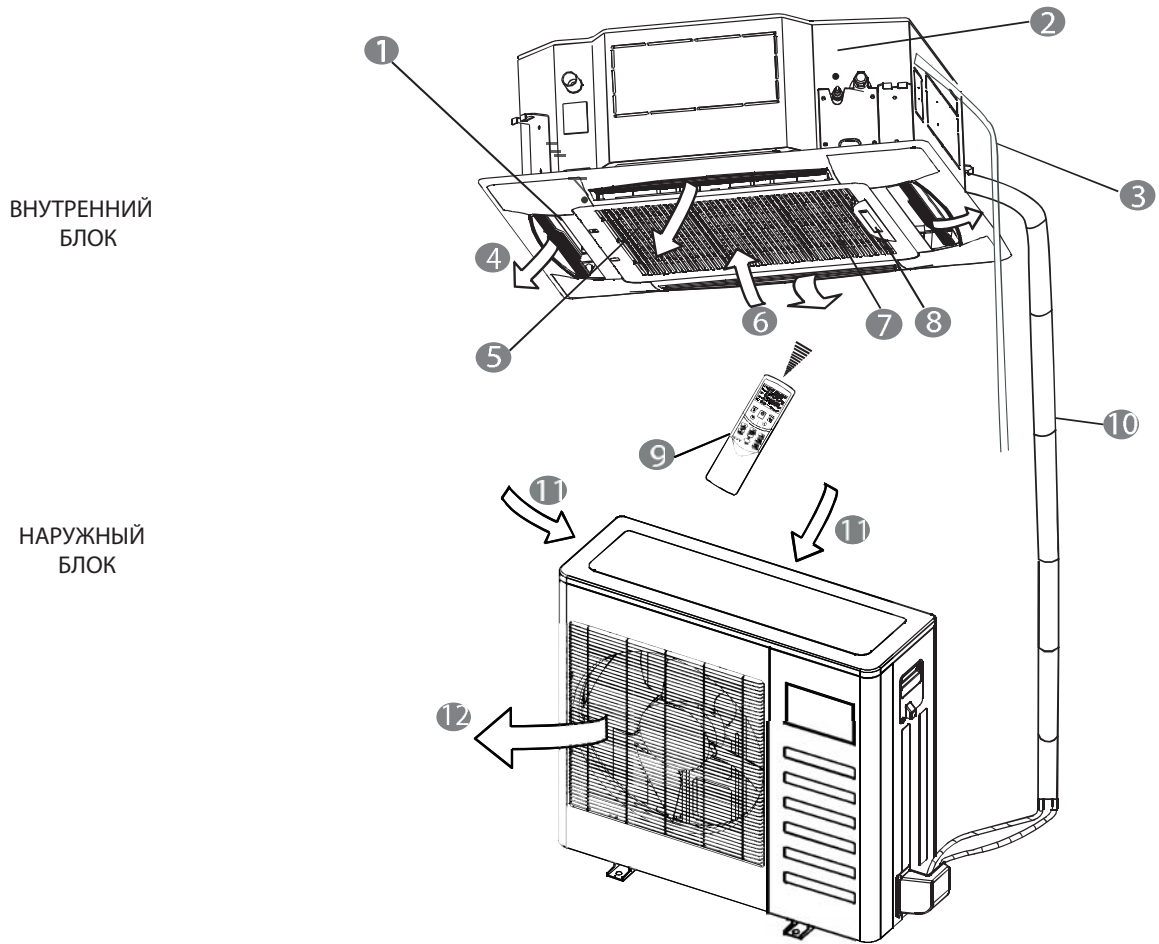

Рис. 1
**Система кондиционирования воздуха включает внутренний блок, наружный блок, трубопровод и пульт дистанционного управления (см. рис. 1).**